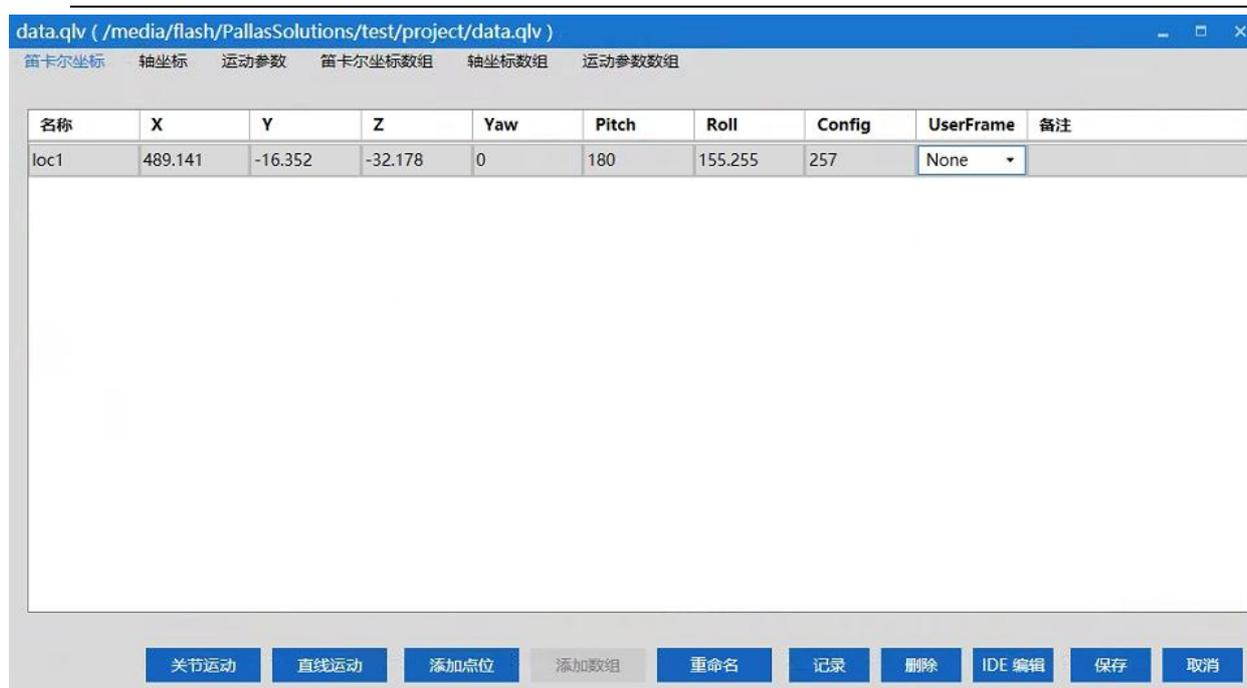

图 6-34 添加笛卡尔点位
**步骤1** 添加笛卡尔点位；在笛卡尔坐标中点击“添加点位”，在界面中会出现当前机器人笛卡尔位置的点位信息，点位名称为默认名称，可以点击重命名修改，如图 6-34 所示。